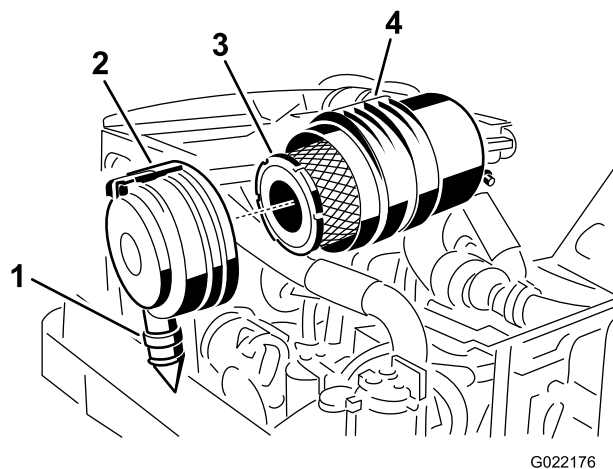

Figura 81
4. Retire o filtro primário (Figura 81).